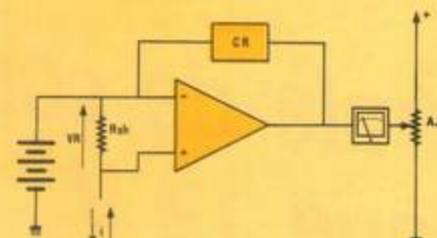

Figure 3
La figure 3 illustre le principe retenu. Le courant qui entre dans la batterie par le pôle positif (régime de charge) ou qui en sort (décharge) traverse une résistance R très faible : $0,01 \Omega$ dans notre prototype. Même pour une intensité de 10 ampères, la chute de tension n'atteint que 100 mV.
Dans la position (1) de l'inverseur double $K_{1,2}$, le galvanomètre G travaille en voltmètre. Sa sensibilité, déterminée par R_3 et A_1 , est réglable à l'aide de cette ajustable. Enfin, comme expliqué précédemment à l'occasion de la figure 3, la résistance ajustable A_2 , en l'absence de tension différentielle d'entrée, permet de faire circuler, dans le galvanomètre, un courant amenant son aiguille en milieu d'échelle.